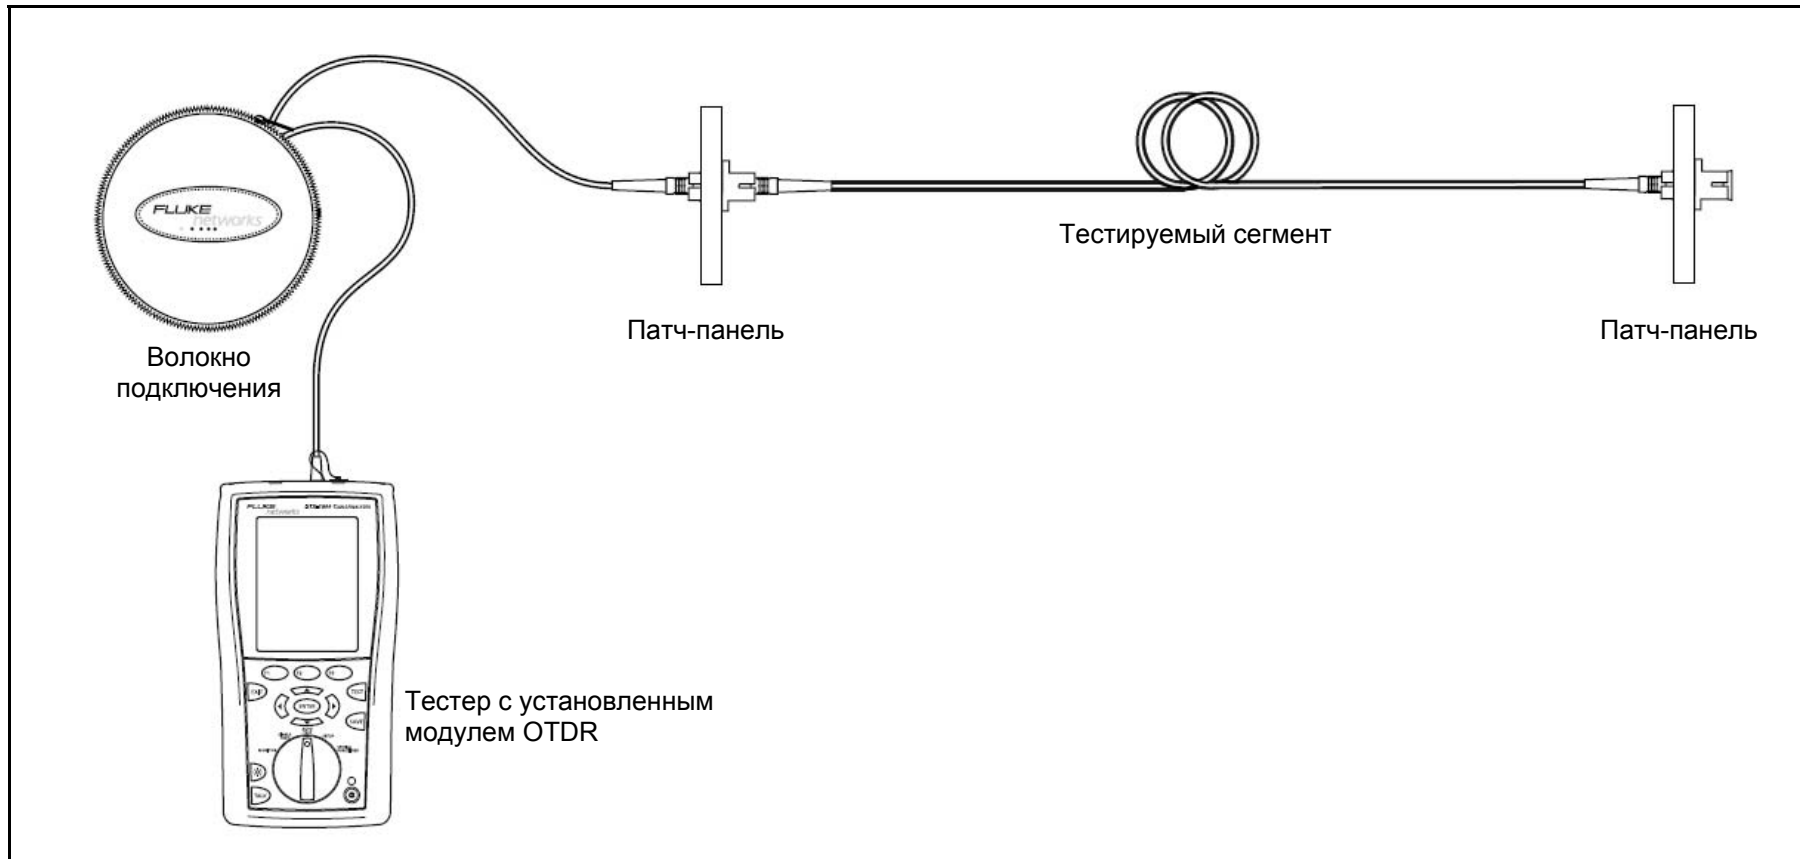

Рисунок 5. Подключение рефлектометра OTDR к тестируемому волокну (без приемного волокна)
4. Подключите прибор (порт OTDR) к тестируемому сегменту, как показано на рис. 5, 6 или 7.